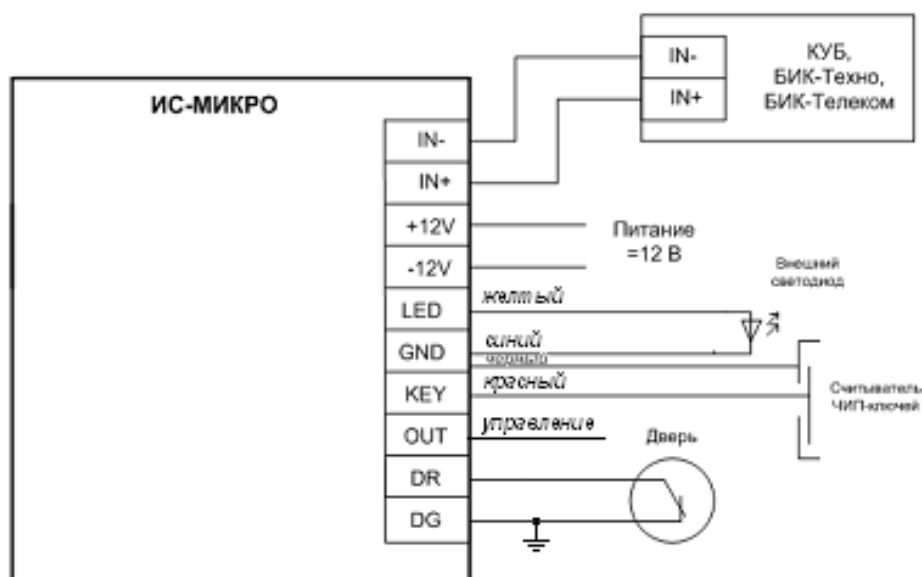

Рисунок 3 - Подключение ИС-Микро
3.1 Закрепите устройство ИС-Микро на выбранной поверхности, используя отверстия в задней стенке блока, закрепите блок считывателя. Соедините основной блок с выносным считывателем по схеме рис.3.